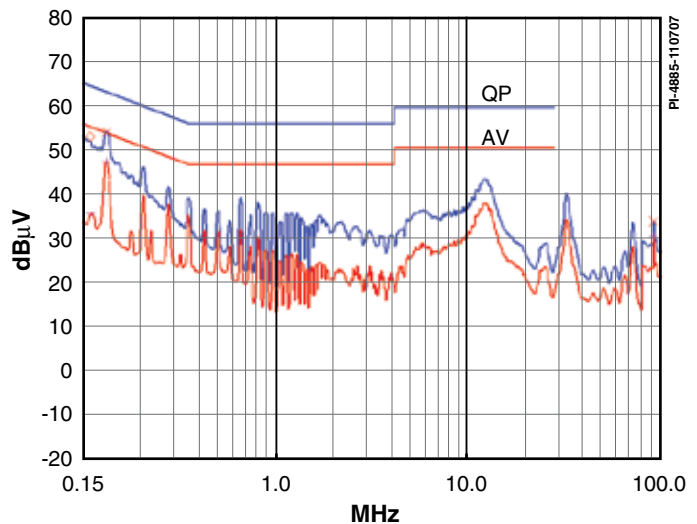

图2. 在230 VAC输入且输出端接地情况下的传导EMI（最差情况下）
- 集成的频率调制特性加上简单的EMI滤波器，能使设计符合 CISPR-22/EN55022B传导EMI要求（见图2）